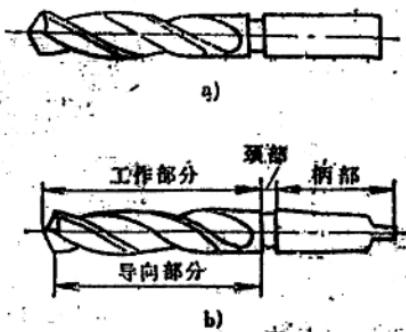

图9-3 麻花钻
2. 麻花钻 钻头的种类很多，钳工常用的钻头以麻花钻（图9-3）最为广泛。麻花钻的柄部是夹持部位，有直柄和锥柄两种形式。直柄传递扭矩